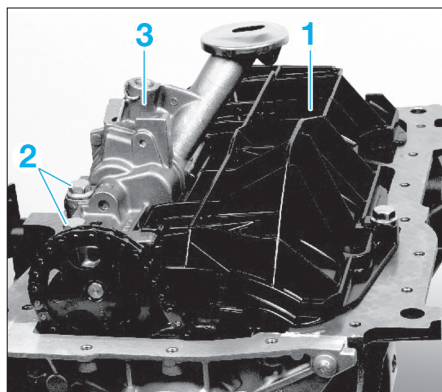

FIG. 24
- Déposer le déflecteur d'huile (1) et les vis de fixation (2) de la pompe à huile (3) puis la dégager de la chaîne (fig. 24).